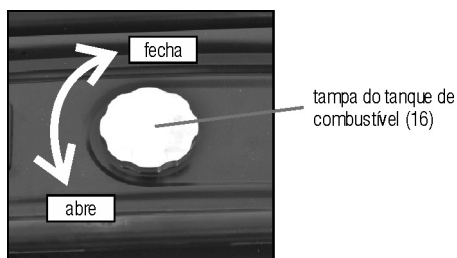

Fig. 10 – tampa do tanque
- 2 – Abra a tampa do tanque (fig. 10);
- 5 – Feche a tampa do tanque (fig. 10);